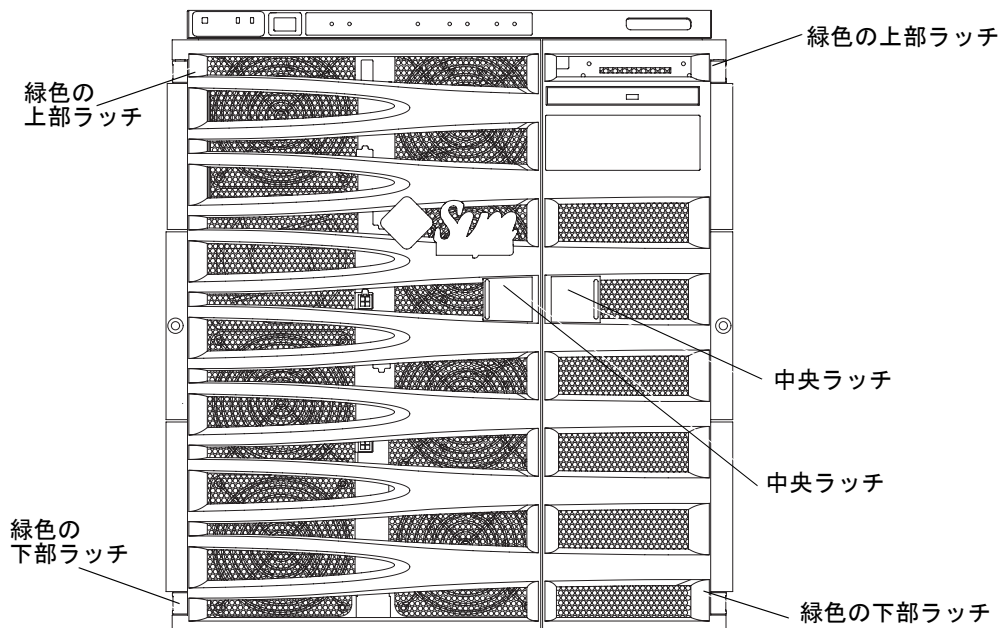

図 2-2 システムの正面図
1. 各ドアの中央にあるラッチを押して、両方のドアを開きます (図 2-2)。
- a. 片方の手でドアを支えながら、ドアの上部にある緑色のラッチを押します (図 2-2)。